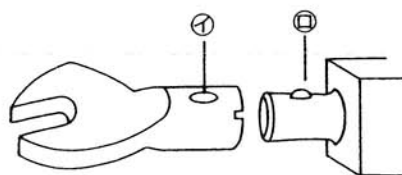

図7
(N-FCK、FCK型) (図7)
- ③ ソケットをボルトの頭部またはナットに合わせて下さい。(図7)